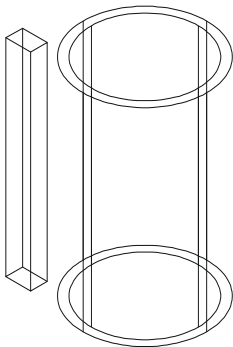

图 9-4-4
STEP 01 在俯视图中，用 BOX 命令一长方体，作为电主轴套的螺栓座，执行完成后把视图转到东南等轴测视图，如图 9-4-4 所示。具体操作如下：